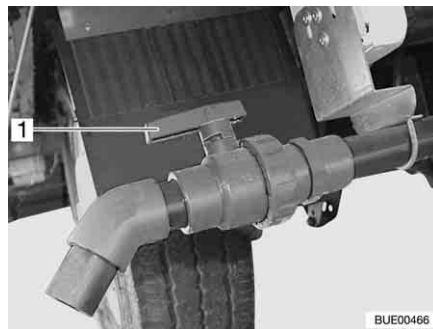
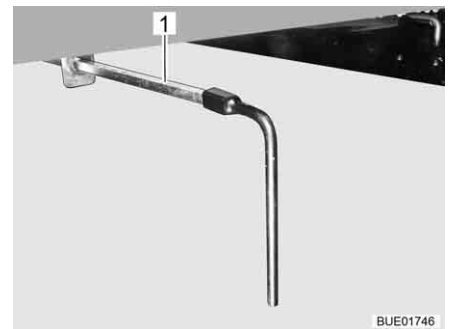

Bild 237 Avtappningskran
Bild 238 Avtappningskran (alternativ)
- Vrid avtappningskranens handtag (Bild 237, 1 resp. Bild 238, 1) i flödesriktningen.